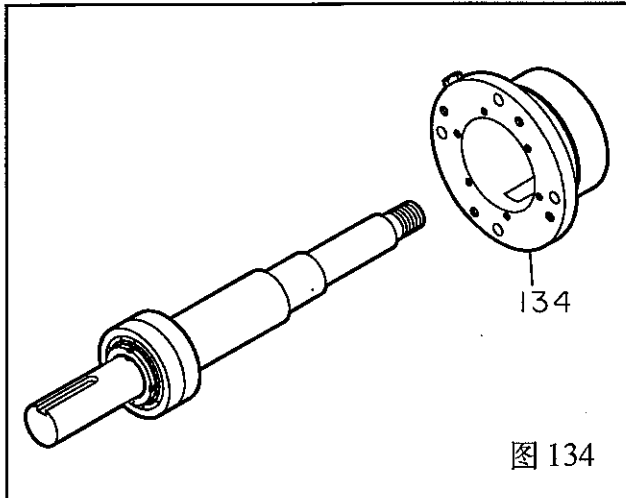

图 134
6. 将轴承座(134)安装到轴/轴承组件上。(图 134)